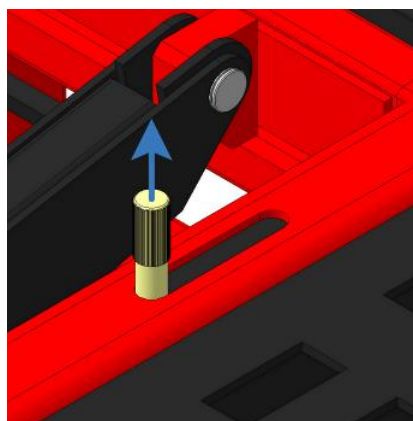

Рисунок 35
- Извлеките вверх на 3 см ручку телескопической задвижки замка. (рисунок 35)